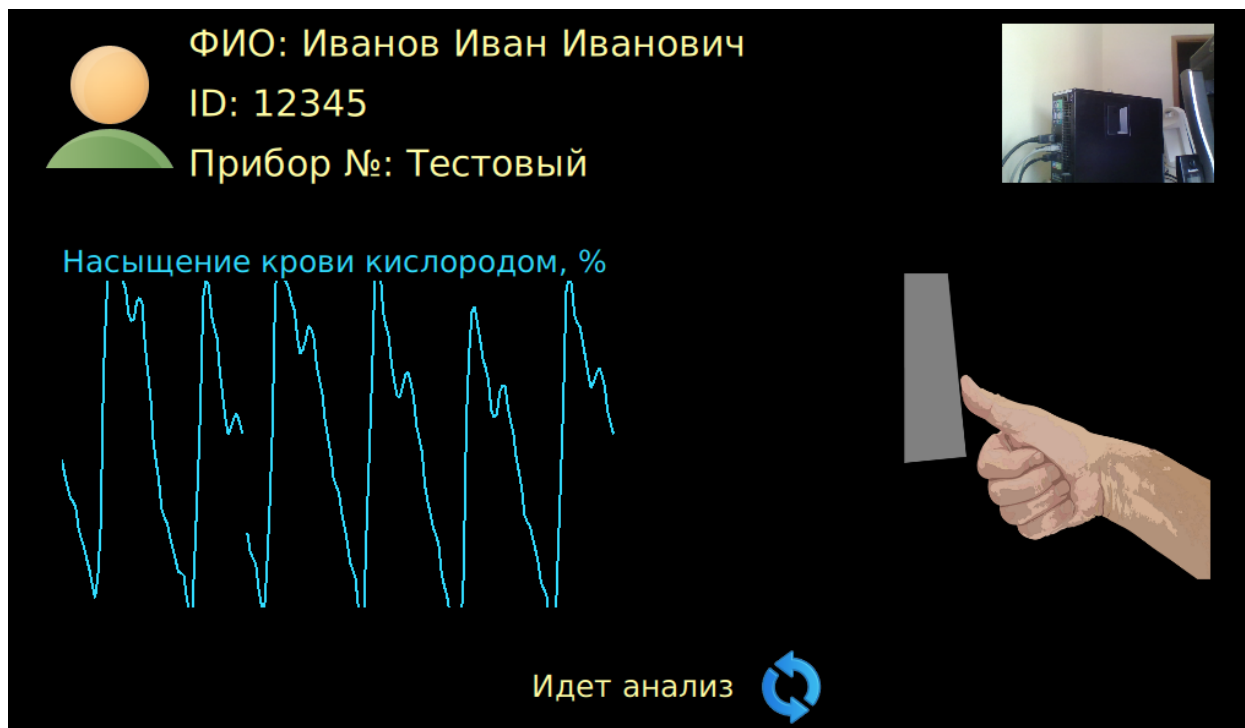

Рисунок 36 – Анализ SpO₂
3. Дождитесь отображения на экране (рисунок 36) графика изменения кровенаполнения сосудов в пальце и сообщения «Идет анализ». Если это сообщение не появляется более 10 секунд, следует приложить другой палец к датчику и проверить возможные причины: